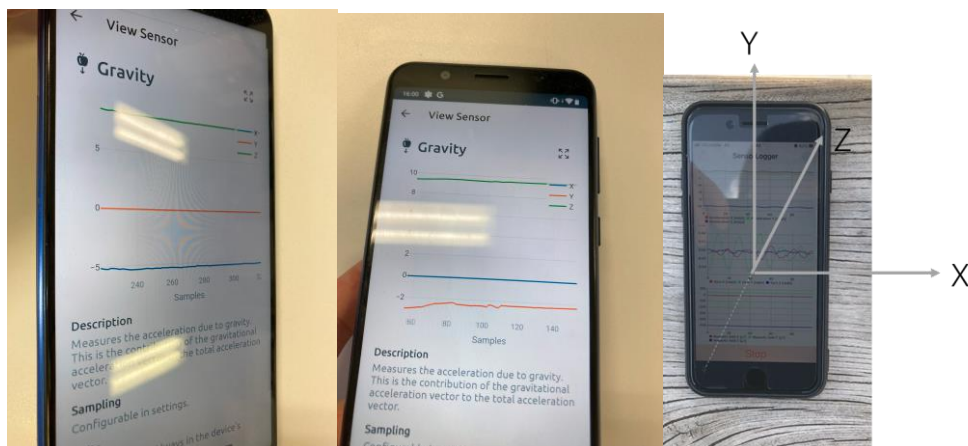

図 3 加速度の表示とスマートフォンの座標系
- (ii) スマートフォンを適当に回したり/傾けたりして、3 軸の角速度・加速度から X,Y,Z 軸がスマホのどちらを向いているかの確認を行う。角速度は軸回りの値、加速度はその軸方向(軸に沿った)の値が出力される。一般的なスマートフォンは図 3 右の通りの座標系(右手系)のはずである。